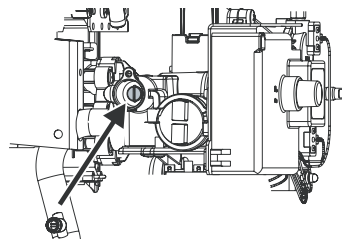

Рисунок 13. Винт регулировки максимального потока газа
- ▶ Удалить пломбировку винта (рисунок 13).